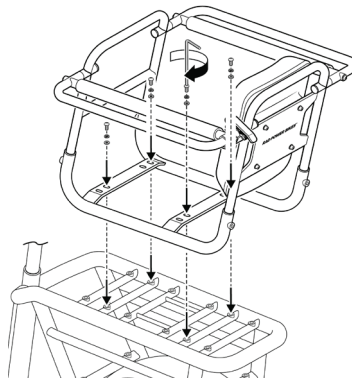

Figure 2 Position de montage sur le porte-bagages arrière avec des supports filetés.
- a. Positionnez le Caboose de manière à ce que les barres transversales soient alignées avec les supports filetés en position médiane des barres transversales du porte-bagages arrière. (voir la figure 2).